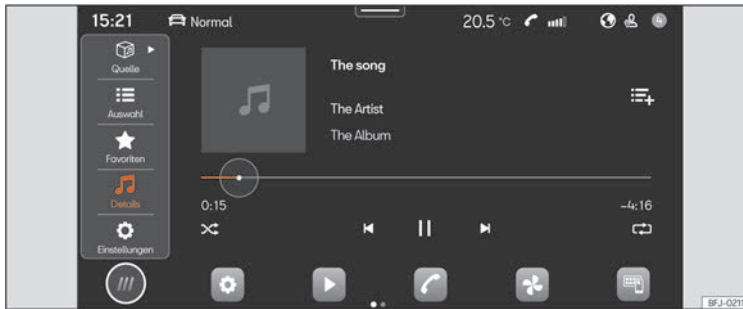

Abb. 132 Schematische Darstellung: Ansicht Medien.
- Drücken Sie **HOME > ► ►►** [Abb. 132].